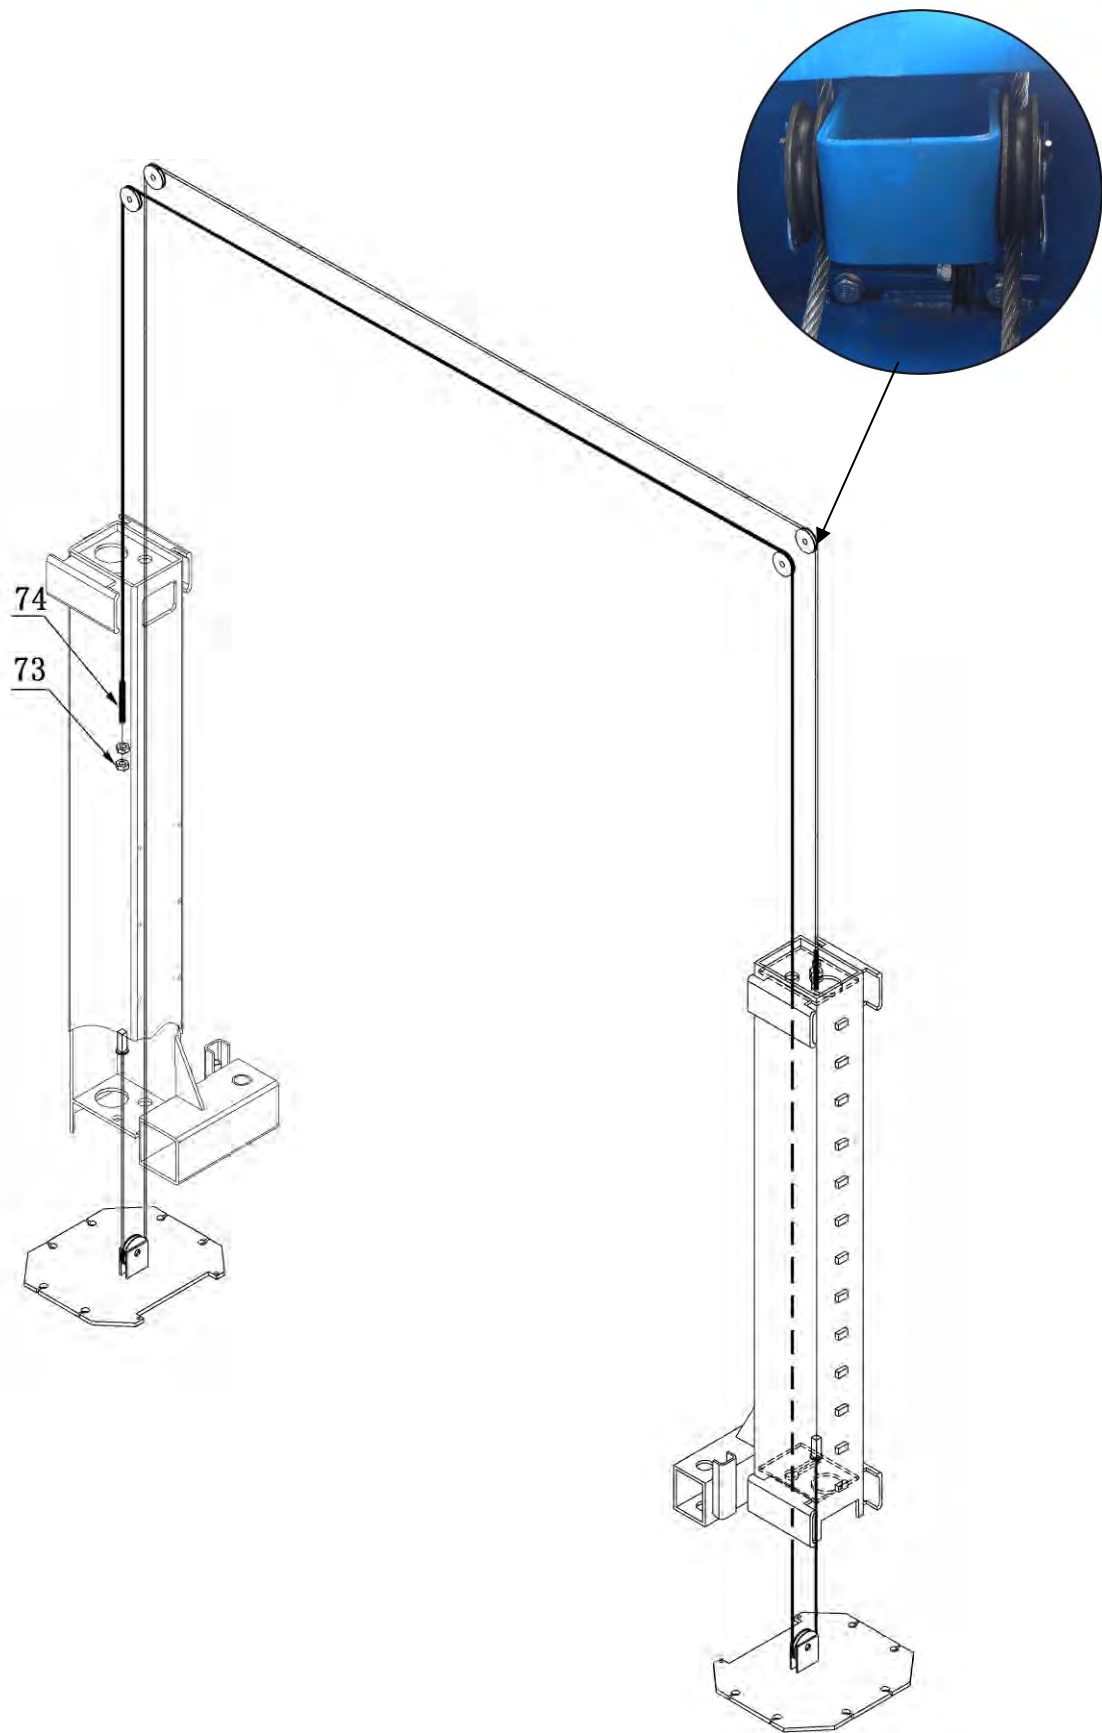

Fig. 17
M. Install cables (See Fig. 17).